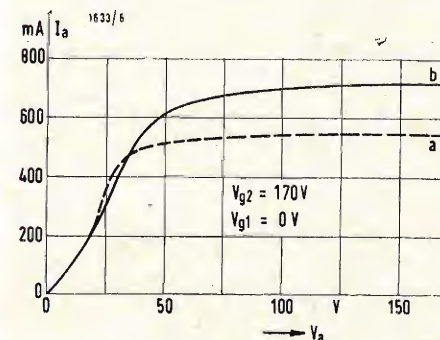

Fig. 3 - Andamento della corrente anodica in una valvola con anodo normale (a) e con anodo a camera (b).
(4) Per i dettagli meccanici delle alette di raffreddamento vedi fig. 3.